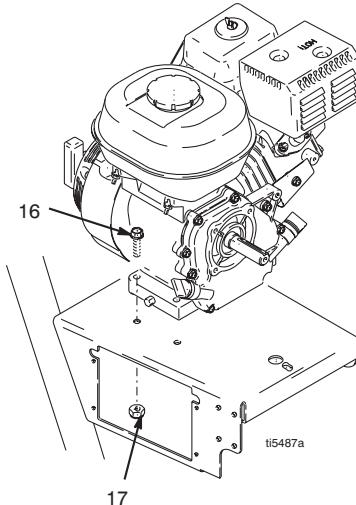

Рис. 13
- Рис. 13. Отвинтите две контргайки (17) и болты (16) от основания мотора.
- Рис. 13. Установите два болта (16) в основании мотора и затяните контргайками (17). Затяните до 26 дюйм-фунт (22,6 н./кв.м).